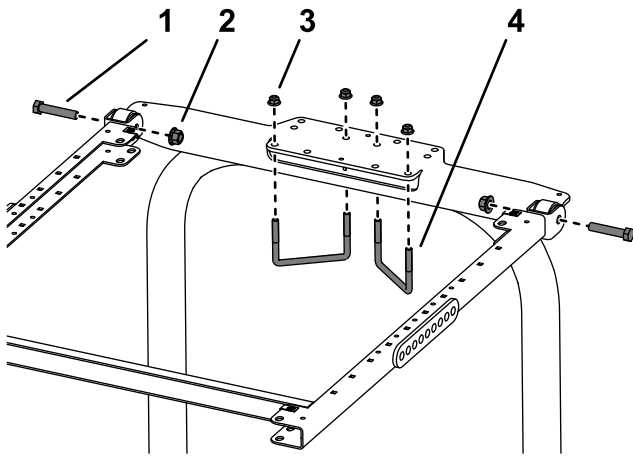

Figura 9
6. Coloque el soporte de montaje del ROPS encima de la barra antivuelco del fumigador de césped (Figura 9).
7. Instale el conjunto del chasis en el soporte de montaje del ROPS (Figura 9).